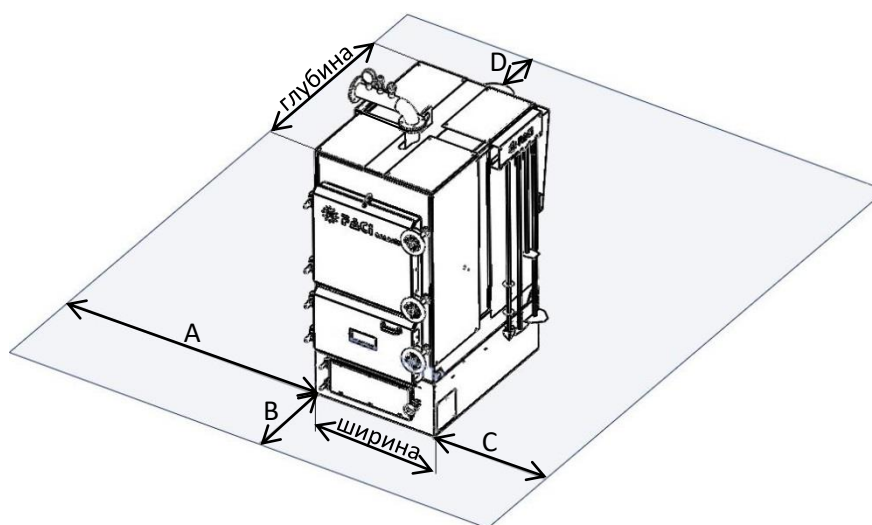

Рис. 12
2.3.4 При установке котла в котельной необходимо соблюдать требования выдерживания свободных расстояний до ближайших препятствий (рис. 12). В указанных размерах свободных расстояний не должно находиться никаких предметов, ни трубопроводов, ни других элементов котельной. Указанные технологические проходы должны быть свободны для доступа в любое время и ничем не загромождены.
Обозначение на рис. 12	Требуемое значение размера.